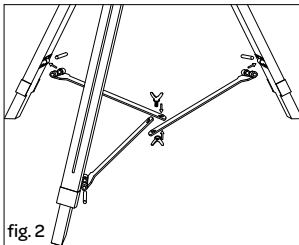

fig. 2
2. Assemblez entre eux les raccords d'assemblage métalliques du support, avec une vis et un écrou papillon, afin de former un trépied - fig. 2.